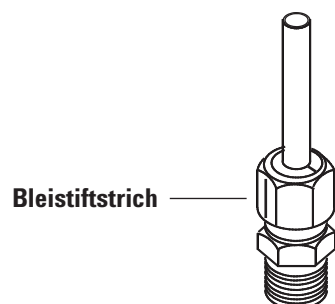

Abbildung 16. Markieren des Fittings
- 6 Markieren Sie die Mutter mit einem Bleistiftstrich. Siehe Abbildung 16.